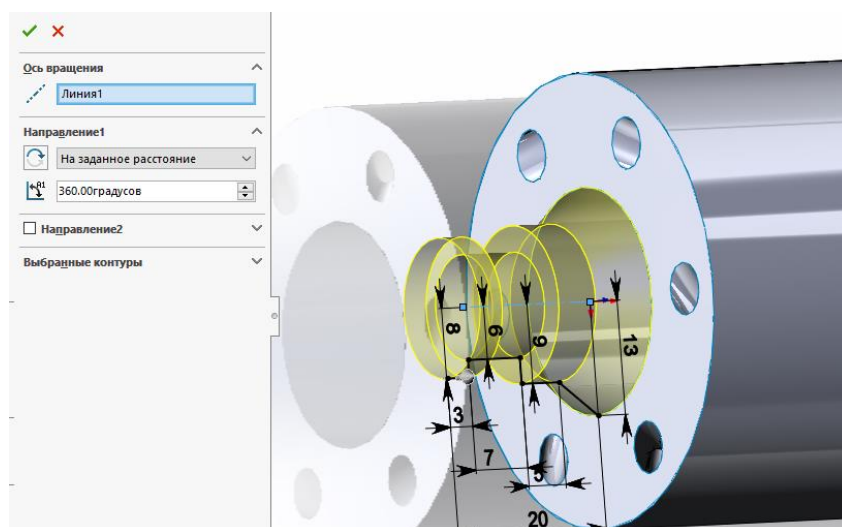

Рис. 11. Построение повернутой поверхности
13. Преобразуем эскизы в поверхности. Для этого используем инструмент *Повернутая поверхность* . Выделяем созданный эскиз и нажимаем галочку в верхней части панели  (рис. 11).